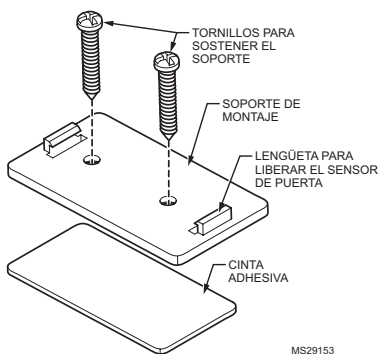

Fig. 6. Montaje del soporte del sensor de puerta.
3. Coloque el soporte de montaje del sensor de puerta alto en el marco de la puerta delantera. Fije el soporte en el marco de la puerta con los dos tornillos o la cinta adhesiva proporcionada. Consulte la Fig. 6 en la página 5.